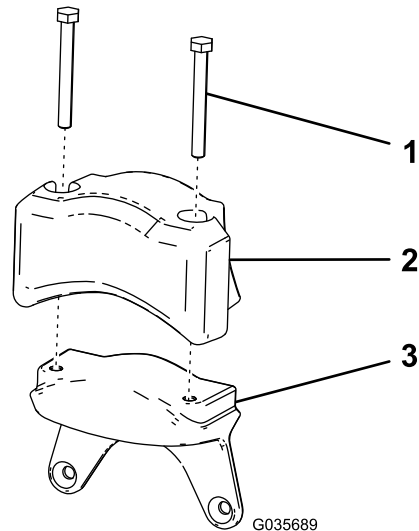

图 8
1. 将在 拆下电动机配重块 (页码 3) 中卸下的电气配重块和 2 个平头螺丝  $\frac{5}{16} \times 2\frac{3}{4}$  英寸安装到新配重块上 图 8。